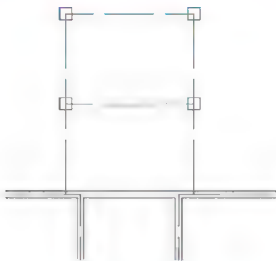

图 2.55 复制柱子
③ 在指定第二个点或 使用第一个点作为位移: 提示下, 分别捕捉①轴线和⑥轴线的交点、①轴线和⑤轴线的交点、⑤轴线和⑥轴线的交点, 这样便复制出另外 3 个柱子, 如图 2.55 所示。
(2) 学习【复制】命令一定要理解基点的作用, 基点的作用是使被复制出的对象能够准确定位, 所以基点 A (①轴线和⑥轴线的交点) 必须准确地捕捉到 (注意一定打开【对象捕捉】功能)。